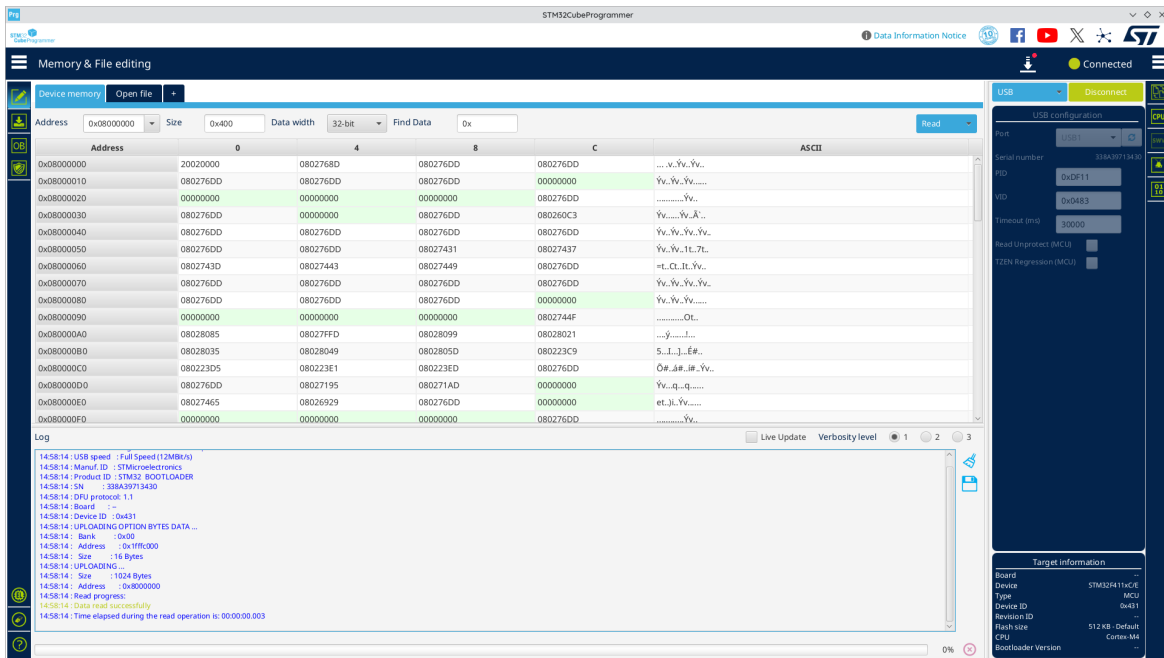

Figure 8 – Interface de programmation STM32CubeProgrammer
4. Lancer le programme *STM32CubeProgrammer*. La fenêtre qui apparaît (figure 8) est composée de plusieurs zones et contrôles, parmi lesquelles :